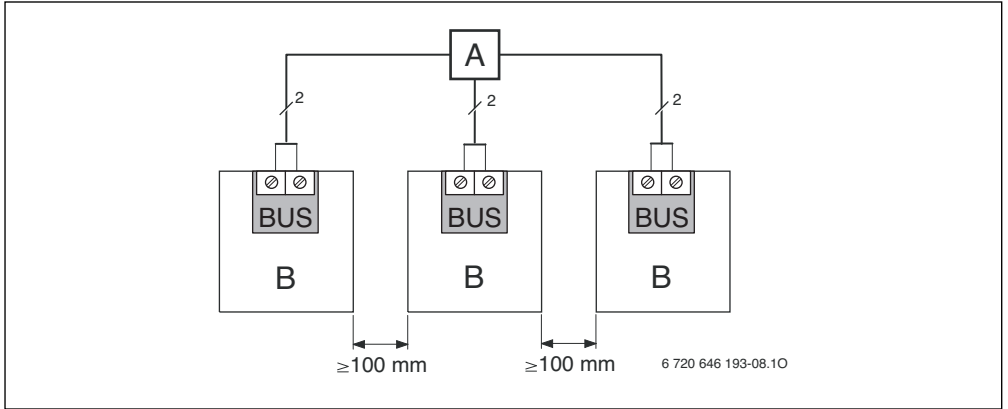

Fig. 10
- ▶ Collegare l'utenza BUS [B] mediante presa di distribuzione [A] a stella (→ fig. 10, pag. 20) o mediante utenza BUS con due collegamenti BUS in serie (→ schemi elettrici di collegamento, BUS 1 e BUS 2).